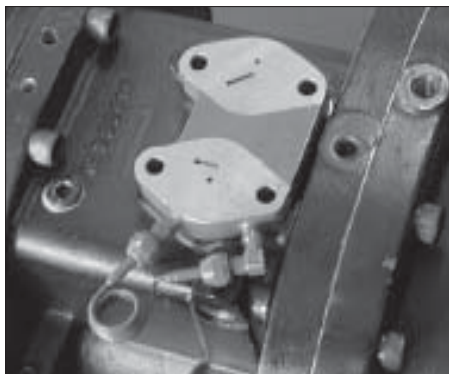

fig.7
- m) place the plate, controlling accurately the correct position (fig.7)
- m) posizionare la piastra del kit controllando il suo corretto orientamento (fig.7)